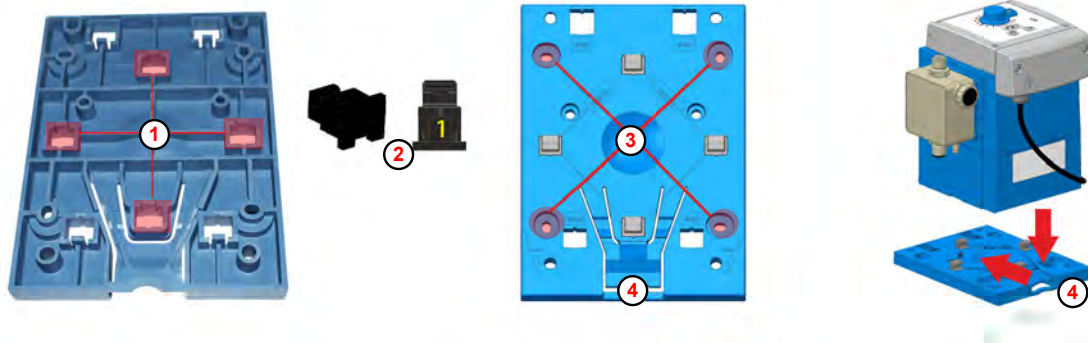

Fig. 4: Préparatifs pour le montage sur table
- ① Orifice
- ② Élément de support
- ③ Trou à percer
- ④ Languette de retenue
Sur la partie inférieure de la plaque de montage, les orifices pour le montage sur table ( Fig. 4, ① ) portent le numéro 1.